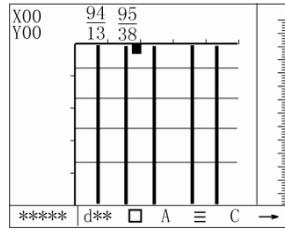
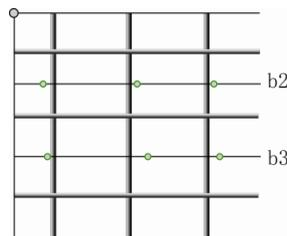

图 3-23 二次扫描
图 3-25 X 方向二次扫描
第四步，根据一次扫描（即第二步的 X、Y 两方向的扫描）的钢筋位置，在 Y 方向测得的第二根和第三根钢筋的中间位置进行第二次扫描(如图 3-25 中 b2 的测线)，即按下【存储】键开始测量，此时界面上出现了光标。二次扫描操作与一次扫描完全相同，如图 3-23 所示。
- 2) 二次扫描中扫描到钢筋后只显示其坐标，不再画筋,如图 3-23 所示。
第七步，同理在 Y 方向测得的第三根和第四根钢筋的中间位置进行二次扫描(如图 3-25 所示 b3 的测线)，依次类推。
说明：图 3-25 中 X 方向扫描都是从最左边第一条线（细线示意）为起点向右扫描；图 3-26 Y 方向扫描都是从最上面第一条水平线（细线示意）为起点向下扫描。